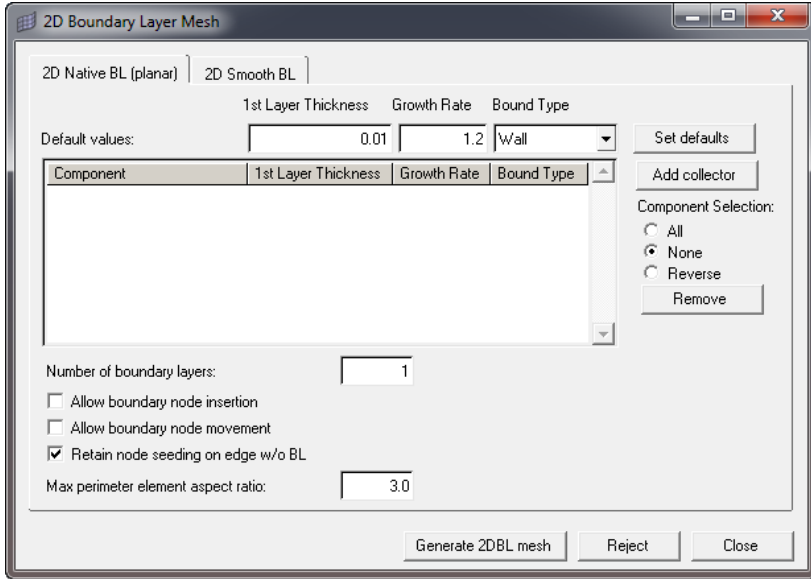

图 5-173 2D Native BL (planar) 标签
- (1) 选择 Mesh > Surface Mesh 2D > 2D Mesh with BL 命令。
- (2) 单击 2D Native BL (planar) 标签，如图 5-173 所示。
- (3) 设置为增加集合时所要分配的默认的值。
- (4) 取消勾选 Retain node seeding on edge w/o BL 复选框。
- (5) 单击 Add collector 按钮。
- (6) 在选择面板中单击 comps 按钮，选择所有 4 个组件。
- (7) 单击 select 按钮。
- (8) 单击 proceed 按钮。